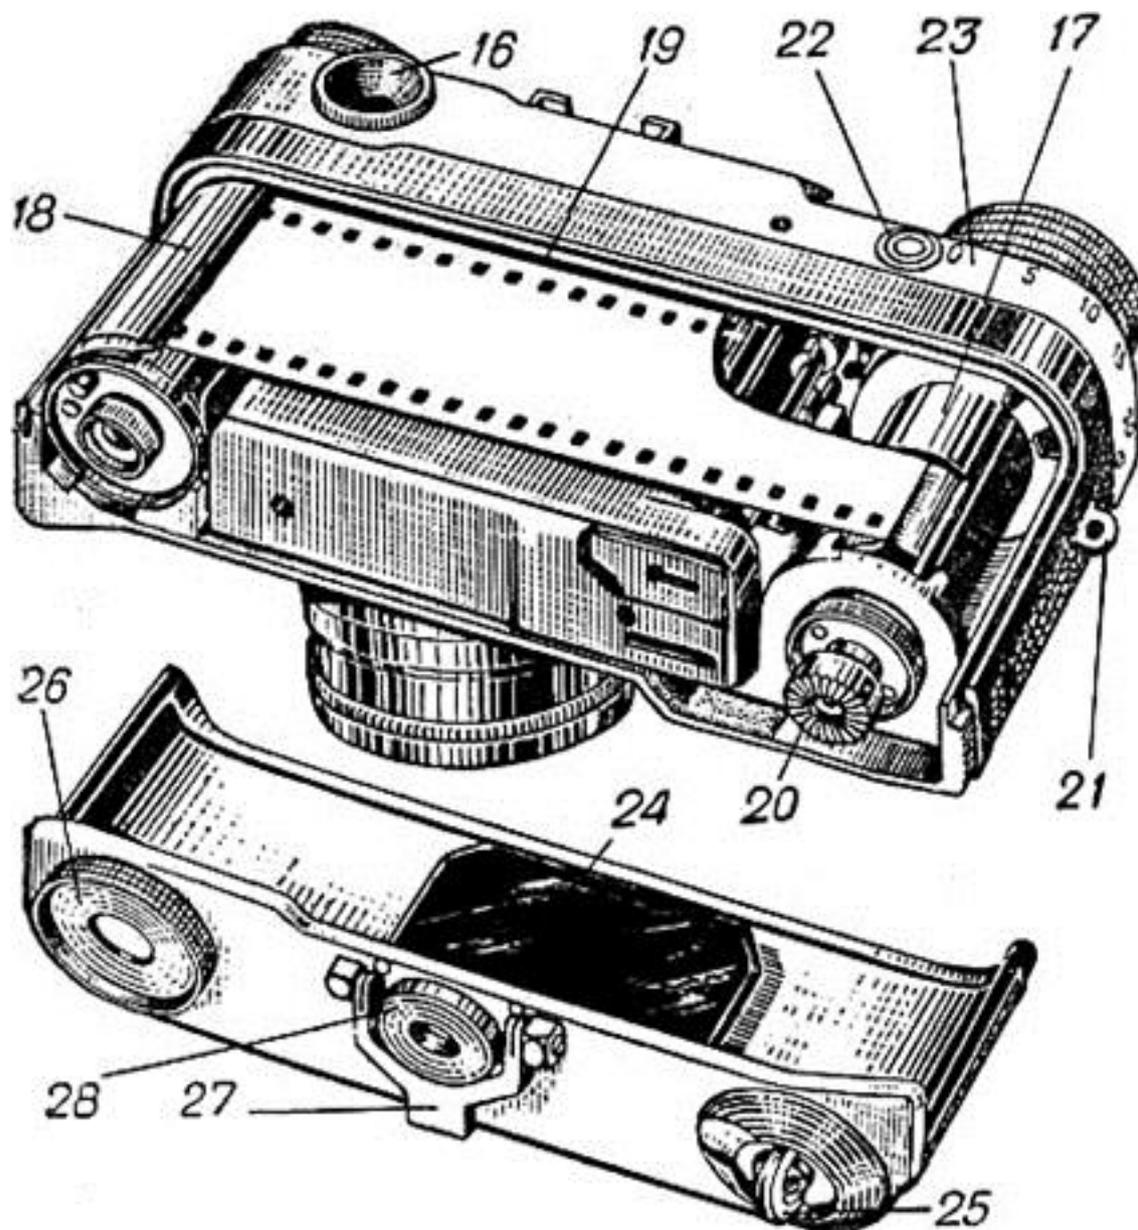

Рис. 2
для крепления лампы-вспышки, ниппель 14 для включения штырька лампы-вспышки, кольцо 15 регулировки синхронизатора, окуляр 16 (рис. 2) видоискателя-дальномера, барабан 17 для крепления и намотки пленки, кассета 18, кадровое окно 19, винт 20 для включения барабана, антабки 21 для крепления нашейного ремня, кнопка 22 для установки счетчика кадров на «0» и шкала синхронизатора 23.
6. Подрезать пленку, как показано на рис. 2, загнуть конец длиной примерно 0,5 см и провести ногтем по сгибу.
4. Соединить конец пленки, выступающий из кассеты, с барабаном, заправив пленку под пружину, как показано на рис. 2.